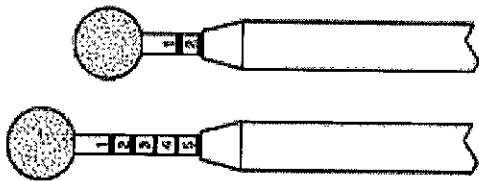

Figura 2: Determine la longitud de la sección de la tresa que quedará expuesta
- Compare las marcas de incremento del eje de la fresa hasta el extremo distal del acoplamiento Saber para determinar la exposición (figura 2).